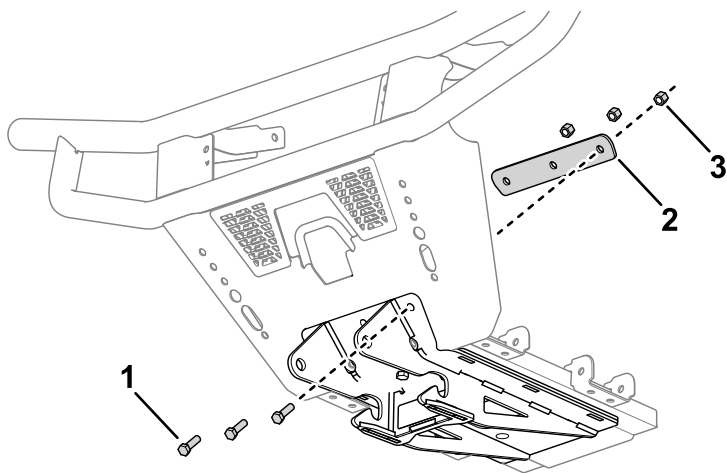

Bild 3
8. Verwenden Sie drei Schrauben, drei Muttern und eine Unterlegplatte, um den Unterfahrschutz zu positionieren und lose zu befestigen (**Bild 3**). Die Unterlegplatte sollte sich gegenüber dem Unterfahrschutz am Stoßfänger befinden.